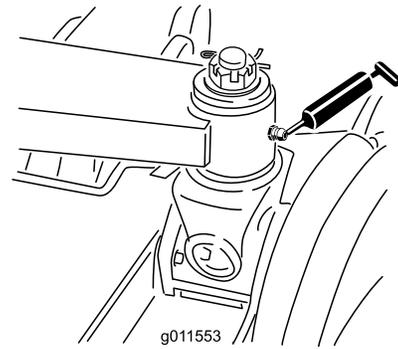
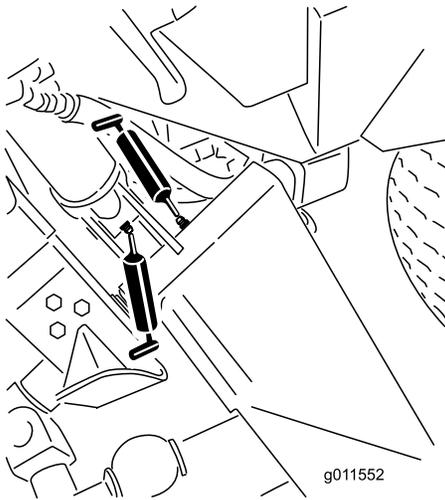

Figura 50
Figura 49
- 6 boccole del braccio di sollevamento principale (Figura 49 e Figura 50)